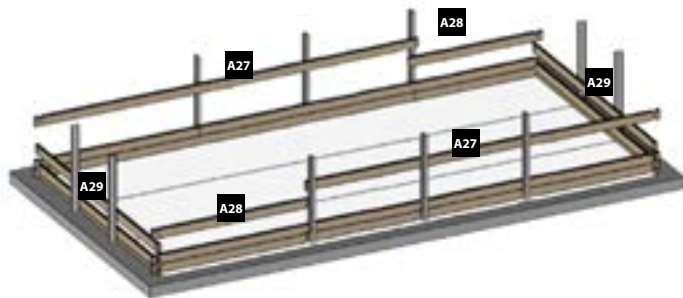

Fig. 4 / Abb. 4 / Afb. 4
- EN 3rd LAYER OF BOARDS:** Install the third layer of boards as shown in figure 4. The position of the refilling fitting with the key and the skimmer should be defined at the start of the assembly (read the specific paragraphs).
- FR 3ÈME RANGÉE MADRIERS :** Positionnez les madriers de la 3ème rangée conformément à la figure 4. Vous devez avoir déterminé l'emplacement de la buse de refoulement et du skimmer dès le début du montage (voir paragraphes spécifiques).
- DE 3. BRETTREIHE:** Platzieren Sie die Bretter der dritten Reihe laut Abb. 4. Zu Beginn der Montage müssen Sie die Lage des Druckventils und des Skimmers festlegen (lesen Sie hierzu die entsprechenden Abschnitte).
- NL 3ª RIJ PLANKEN:** Plaats de planken van de derde rij zoals te zien is op afbeelding 4. U moet al bij aanvang van de montage bepalen op welke plaats het uitstroommondstuk en de skimmer moet komen (less de betreffende paragrafen).